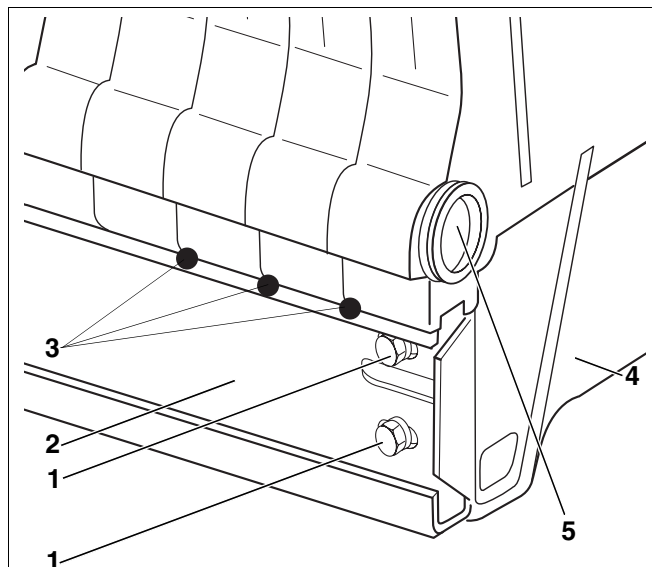

Рис. 20 Уплотнение котлового блока
- В соответствии с рис. 13, стр. 17 установить вкладыши на конечной секции (рис. 20, **поз. 4**).
- Закрепить двумя болтами М8 х 30 (рис. 20, **поз. 1**) и гайками напольную планку (рис. 20, **поз. 2**) на конечной секции (рис. 20, **поз. 4**).
- После крепления напольной планки на конечной секции (рис. 20, **поз. 4**) ослабить и снять стяжной инструмент.
- Нанести герметик в точках, как показано на рис. 20, **поз. 3**.
- Установить пробку со сливным отверстием (заглушка $1\frac{3}{4}" \times \frac{3}{4}"$) с уплотнением на переднюю нижнюю ступицу котла (рис. 20, **поз. 5**, стр. 22). Заказчик может установить здесь сливной кран.